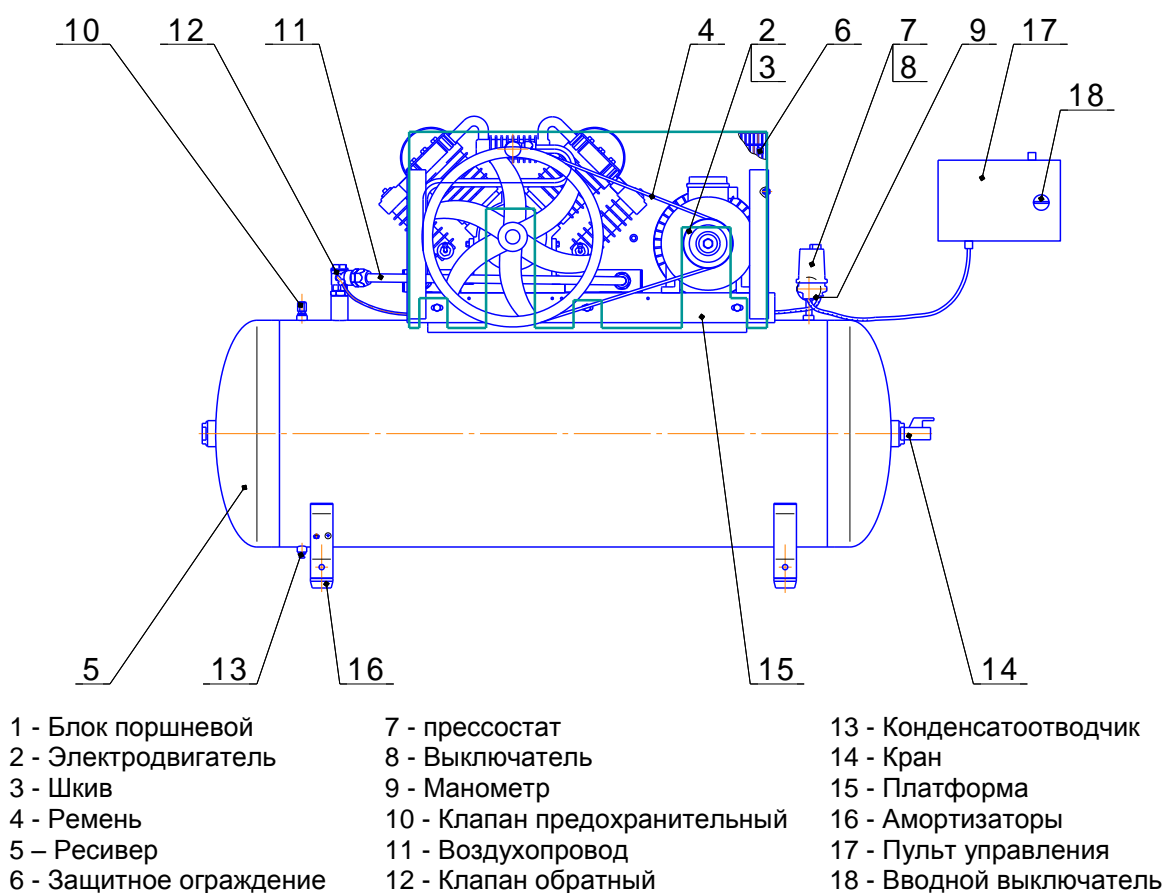

Рисунок 4 - Общий вид компрессора СБ4/Ф-500LT100/16
- 17 - **Пульт управления** представляет собой короб закрытого типа с установленной платой, на которой смонтирована пускорегулирующая аппаратура и устройства защиты. Вводной выключатель поз. 18 (см. рисунок 4) предназначен для включения питания компрессора.